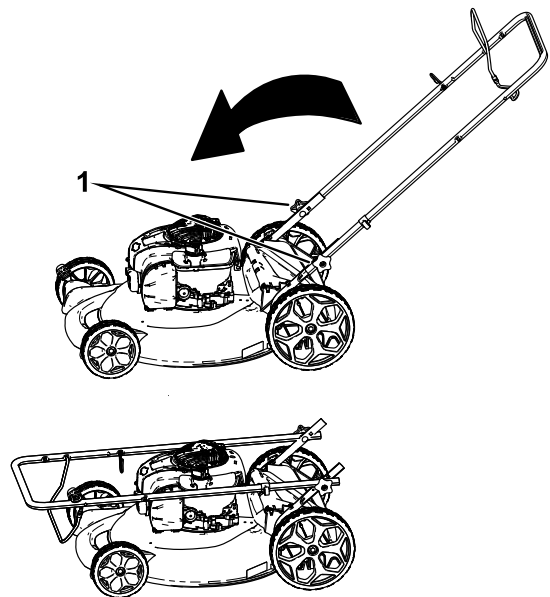

Figura 15
2. Afloje los pomos del manillar hasta que pueda mover el manillar libremente (Figura 15).
1. Pomo del manillar (2)
3. Mueva del manillar hacia adelante según se indica en Figura 15.